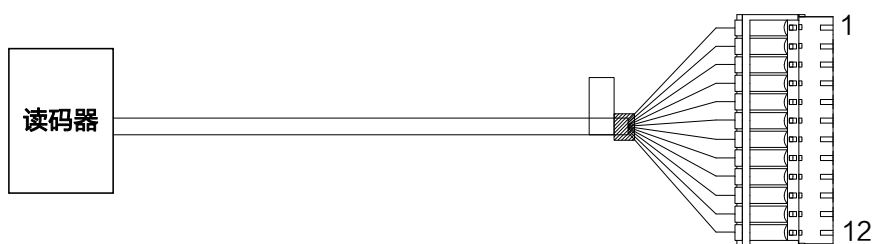

图2-5 设备自带线缆
- 快递专用型号电源及 I/O 接口为 12-pin 绿色端子。设备自带线缆如图 2-5 所示，右侧端子对应的管脚信号定义如表 2-3 所示。